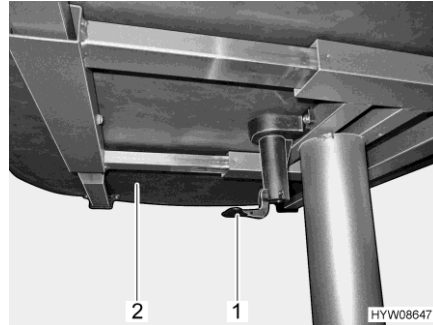

Bild 56 Hebel für Verschieben der Tischplatte
- Den Hebel (Bild 56,1) nach unten ziehen oder drücken.
- Tischplatte (Bild 56,2) in die gewünschte Position schieben.